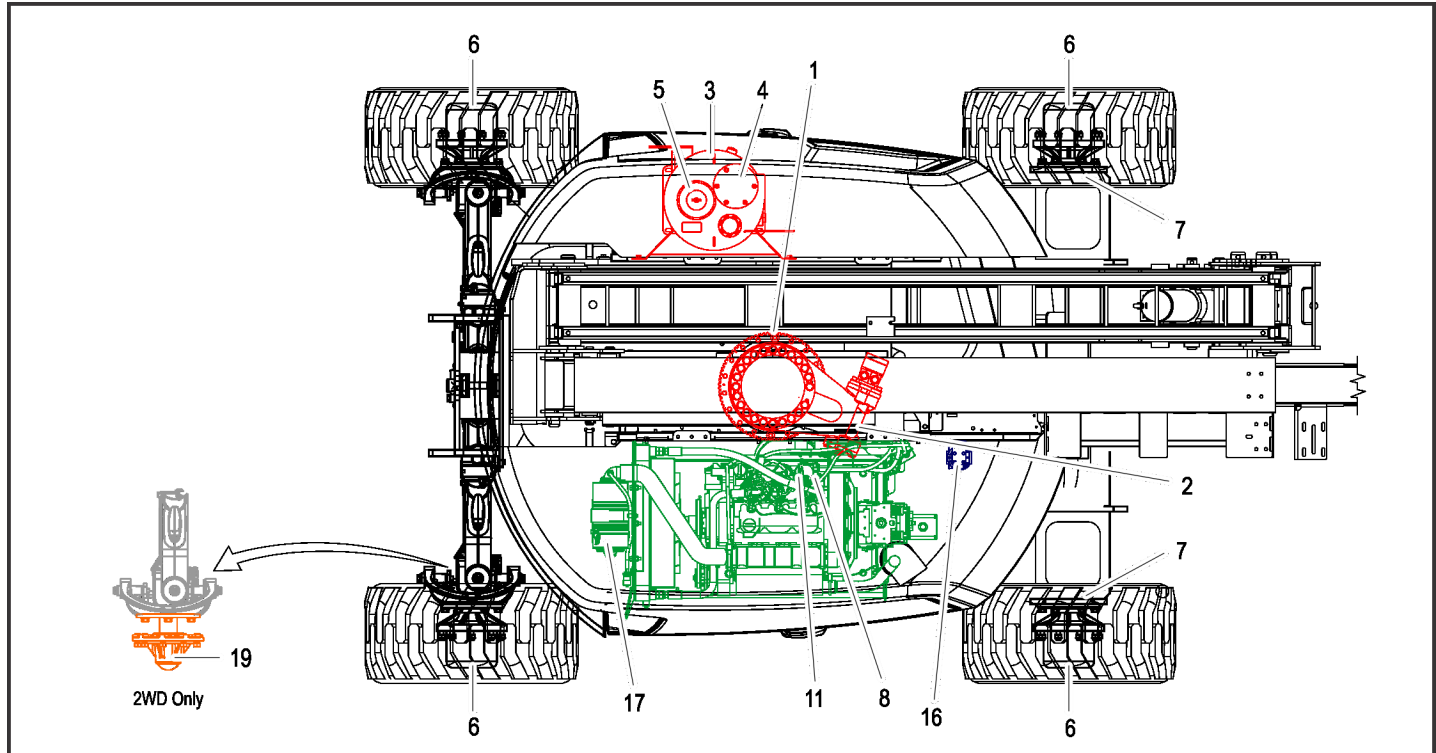

Figura 7-7. Diagrama de Lubrificação e Manutenção do Operador — Motor Deutz 2,3 l
**NOTA:** Os números a seguir correspondem àqueles na Figura 7-7., Diagrama de Lubrificação e Manutenção do Operador — Motor Deutz 2,3 l.